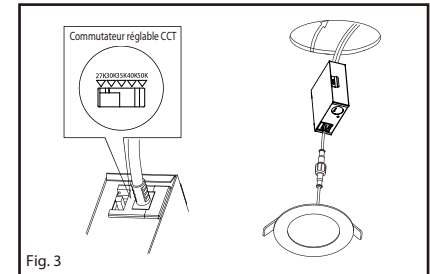

Fig. 3
3. Connect junction box to recessed LED panel with the quick lock connector. (Fig. 3)
4. Move the slide switch to your appropriate light color (2700K / 3000K / 3500K / 4000K / 5000K). Place junction box into the ceiling through cut-out. (Fig. 3)
3. Connectez la boîte de jonction au panneau LED encastré avec le connecteur à verrouillage rapide. (Fig. 3)
4. Déplacez le commutateur pour choisir la couleur de lumière appropriée (2700K / 3000K / 3500K / 4000K / 5000K). Placez la boîte de jonction dans le plafond à travers la découpe. (Fig. 3)